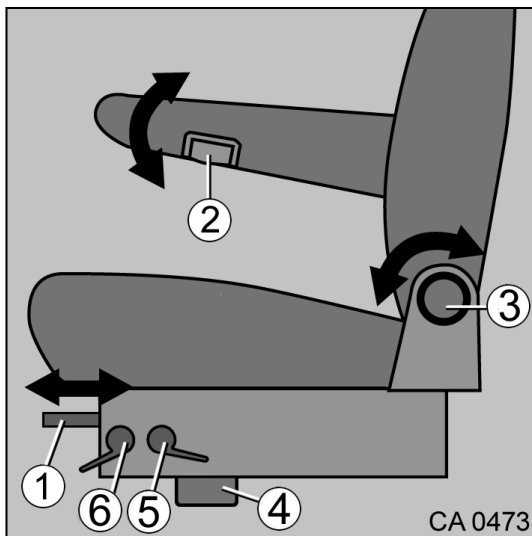
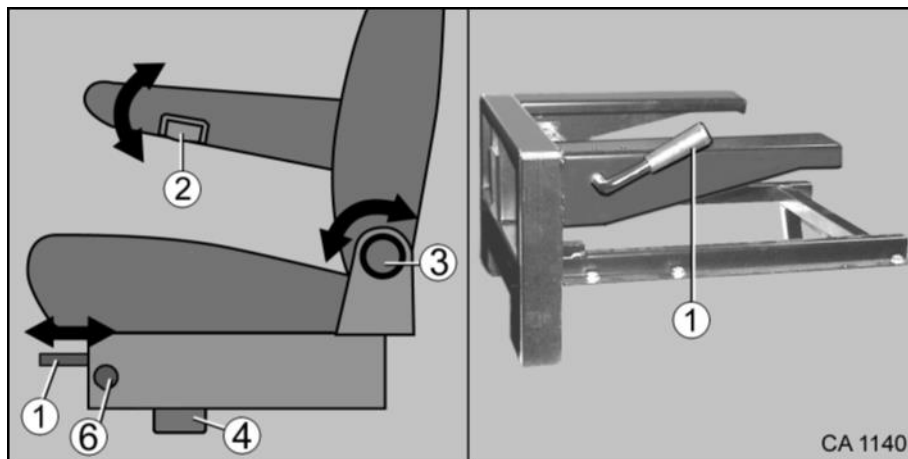

Fig. 22 Réglage du siège avec réglage de la hauteur et de l'inclinaison
Fig. 24 Réglage du siège avec réglage de la hauteur et de l'inclinaison
1. Tourner la molette (Fig. 21/2, Fig. 22/2, Fig. 24/2) dans le sens anti-horaire. Ainsi, le blocage de l'accoudoir est débloqué.